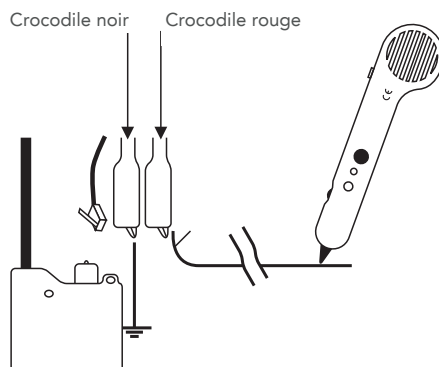

Figure 2
- Connecter la pince crocodile rouge sur un fil et connecter la pince crocodile noire à la terre ou à la masse (cf figure 2)